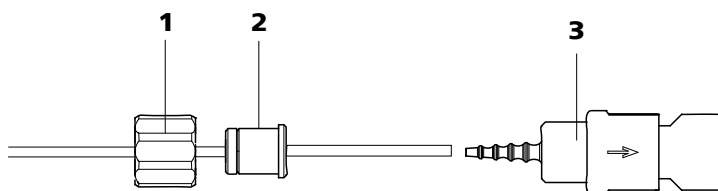

图28 安装带过滤器的泵管接口
- **情况 A: 带过滤器** 6.2744.180 (参见图 28, 第 46 页)